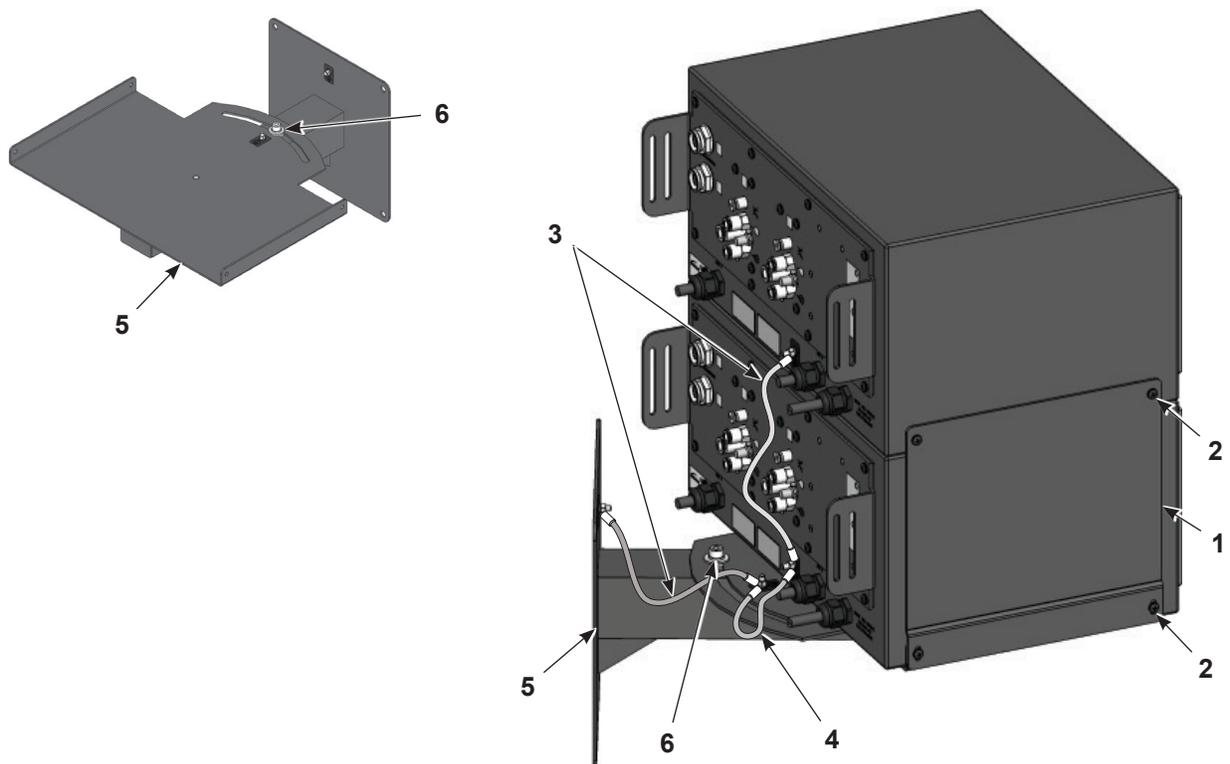

Рис. 3-3 Монтаж блоков управления двумя распылителями с помощью дополнительного настенного монтажного кронштейна
1. См. Рис. 3-3. Установить настенный монтажный кронштейн (5) на вертикальной поверхности, достаточно прочной, чтобы нести массу блоков управления и монтажного кронштейна. Использовать соответствующие крепежные детали.
3. Если монтируется только один блок управления, закрепить его на фланцах кронштейна четырьмя винтами М5 x 12 с цилиндрической головкой (2).
4. Если монтируются два блока управления, закрепить на лотке объединительные кронштейны (1) со стороны прорези и блок управления четырьмя винтами с цилиндрической головкой М5 x 12 (2). Не затягивать винты.
6. При помощи 12-дюймового круглого провода заземления (3) заземлить верхний блок управления на нижний блок управления. При помощи 4-дюймового круглого провода заземления (4) заземлить нижний блок управления на лоток для настенного монтажа. При помощи второго 12-дюймового круглого провода заземления соединить лоток с монтажной пластиной.
7. Ослабив стопорный болт лотка (6), повернуть лоток в нужное положение, а затем затянуть болт.